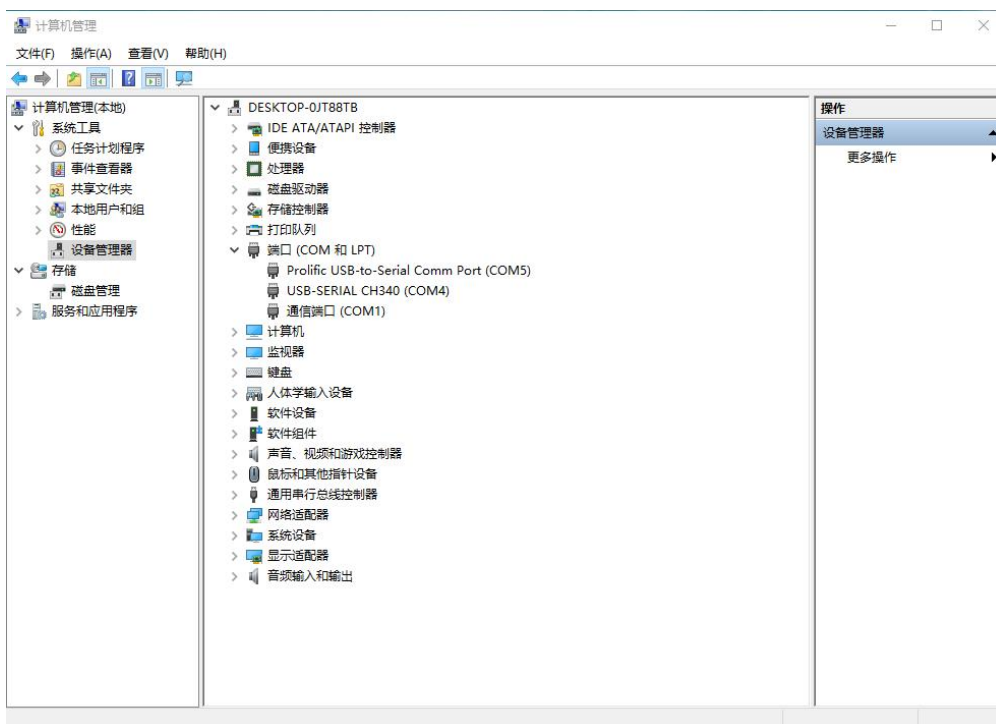

图 6.3
2、右键“此电脑”点管理，然后点开“设备管理器”再点开端口查看串口号，如图 6.3